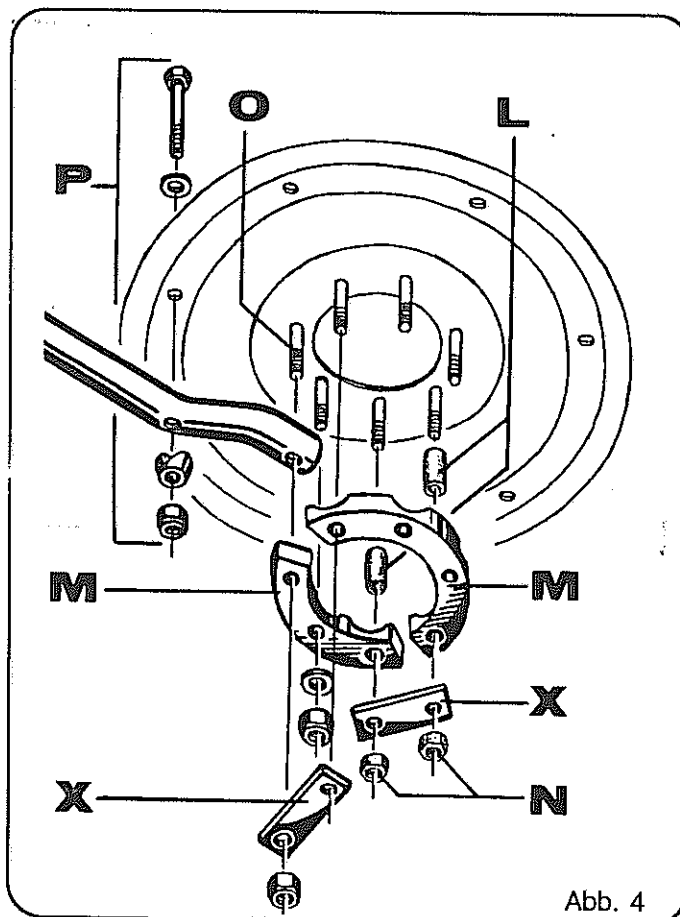

Abb. 4
Nach Abb. 4 zunächst Muttern (N) abschrauben, Verbindungsfaschen (X), Klemmsegmente (M) und Distanzhülsen (L) abnehmen.
Anschließend Klemmsegmente und Verbindungsfaschen nach Abb. 4 auf die Schraubenbolzen aufstecken und alle Muttern mit einem Anzugsmoment von 8,6 da Nm über Kreuz wechselweise gleichmäßig anziehen.